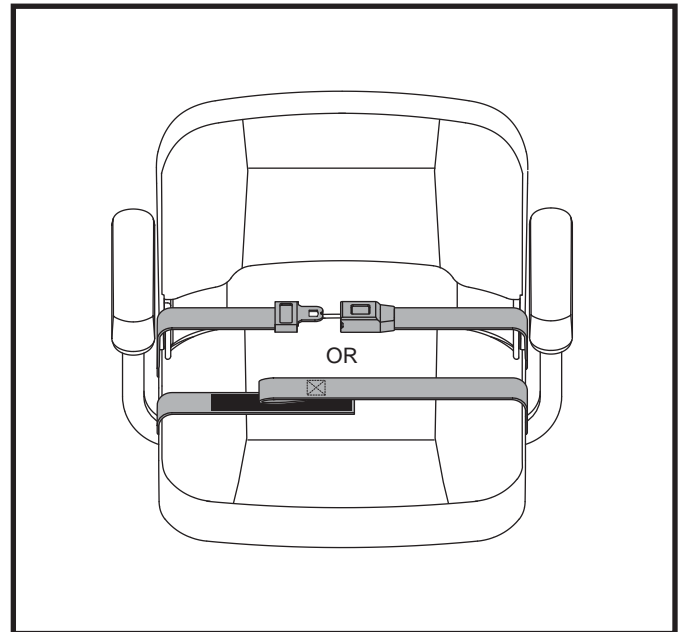

Abb. 20. Rückhaltegurte - Rückhaltegurt mit Schloss
Ihr Elektromobil ist mit einem KFZ-typischen Rückhaltegurt ausgestattet, der dem Benutzer angepaßt werden kann. **Siehe Abb. 20.** Der Rückhaltegurt wurde konzipiert, um ein Auf- oder Abwärtsrutschen des Fahrers zu verhindern. Der Rückhaltegurt ist nicht als Rückhaltesystem entwickelt worden.
1. Schloßzunge in das Schloßteil stecken, bis der Schnellverschluß hörbar einrastet. **Siehe Abb. 20.**
1. Führen Sie die beiden Enden des Gurts zusammen, so dass die eine Seite des Klettverschlusses, an der sich die Schlaufen befinden, direkt über der raueren Seite mit den Widerhaken liegt. Zum Sichern fest zusammendrücken. **Siehe Abb. 20.**